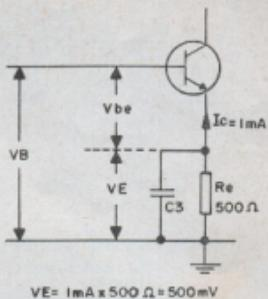

Figura 4
Com estes valores podemos determinar a tensão entre massa e base (VB) da figura 4. Ela será nas três temperaturas escolhidas: